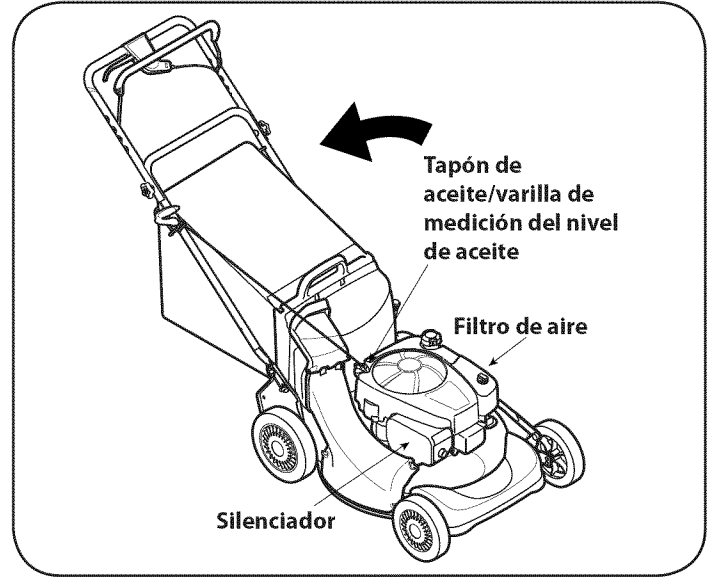

Figura 14
3. Quite la tapa/varilla medidora del nivel de aceite y drene el aceite al recipiente inclinando el motor hacia el tubo de llenado del aceite. Vea la Figura 14.